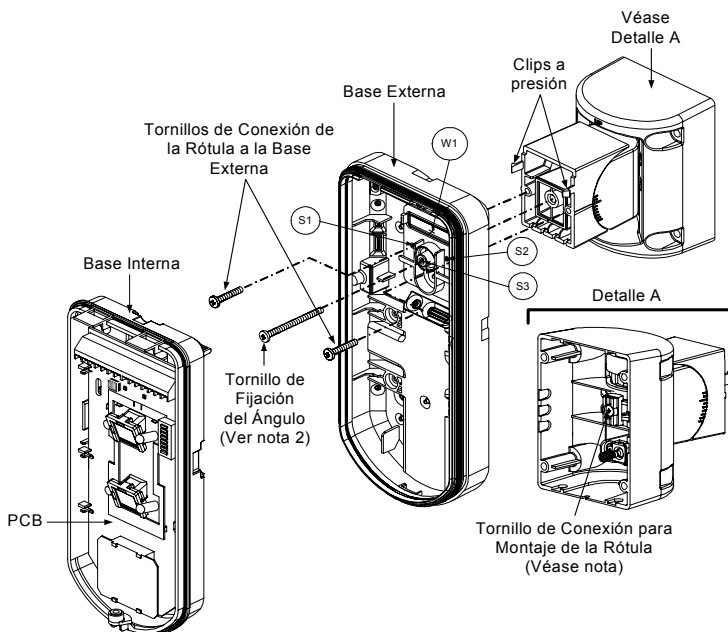

Figura 7
8. Conectar la base externa del detector al soporte con rótula giratoria mediante los correspondientes clips (Figura 7).
9. Fijar la base externa del detector al soporte con rótula giratoria mediante los 2 tornillos de los orificios pre-marcados S1 y S2 (Figura 7).
10. Insertar en el soporte con rótula el tornillo de fijación en ángulo, que se suministra con el detector, haciéndolo pasar por el orificio pre-marcado S3 (Figura 7).